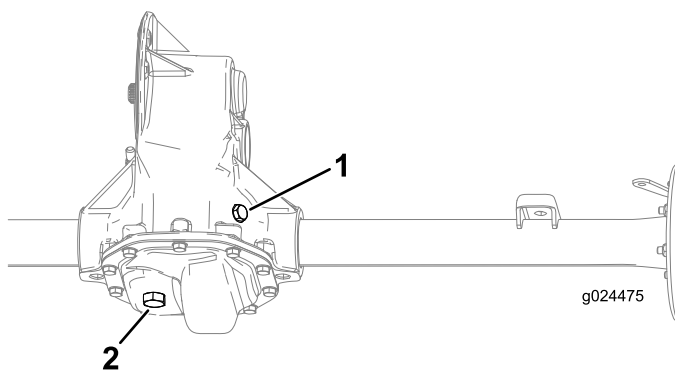

Figura 46
2. Retire el tapón de llenado del transeje (Figura 46).
3. Si el nivel de aceite es bajo, retire el tapón de llenado y añada aceite del tipo especificado hasta que salga del orificio (Figura 46).
1. Coloque un recipiente debajo del tapón de vaciado (Figura 46).
2. Retire el tapón de llenado y la junta (Figura 46).
3. Retire el tapón de vaciado y la junta, y deje que el aceite se drene completamente (Figura 46).